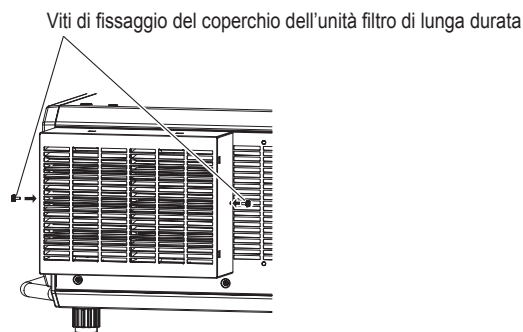

Fig. 2
- 2) **Fissare il coperchio del filtro di lunga durata. (Fig. 2)**